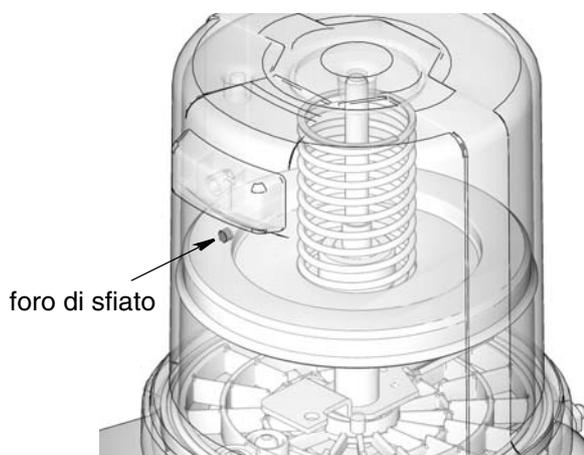

FIG. 9
3. Riempire il serbatoio di grasso finché la guarnizione di tenuta della piastra di inseguimento non apre il foro di sfiato (FIG. 9) e la maggior parte dell'aria viene espulsa dal serbatoio.